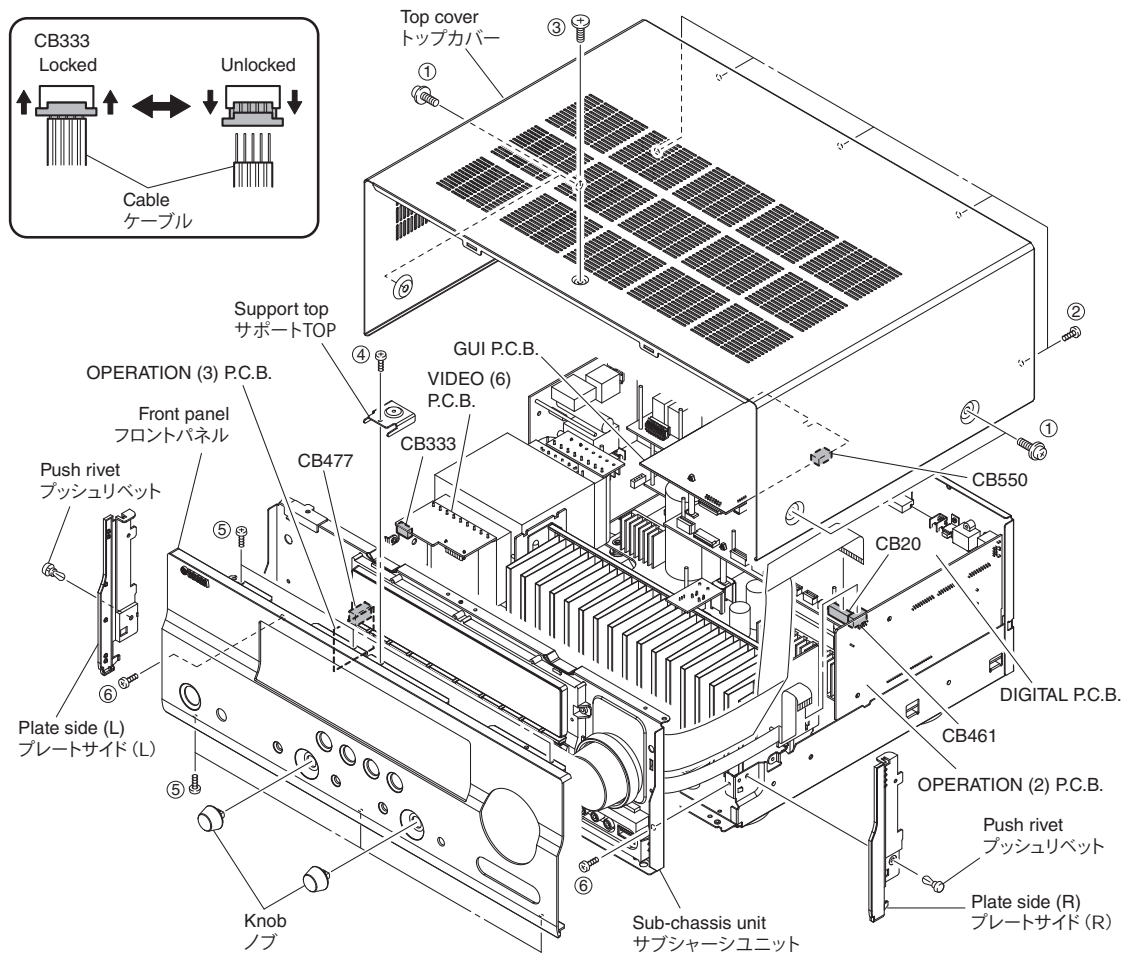

Fig. 1
- a. Remove 4 screws (①), 5 screws (②) and screw (③). (Fig. 1)
- b. Slide the top cover rearward to remove it. (Fig. 1)
- a. ①のネジ4本、②のネジ5本、③のネジ1本を外します。(Fig. 1)
- b. トップカバーを後方へスライドさせ、取り外します。(Fig. 1)
- a. Remove screw (④) and then remove the support top. (Fig. 1)
- b. Remove 2 knobs. (Fig. 1)
- c. Remove 6 screws (⑤) and then remove the front panel. (Fig. 1)
- d. Remove 2 push rivets and then remove the plate side (L) and (R). (Fig. 1)
- e. Remove CB20, CB461, CB477 and CB550. (Fig. 1)
- f. Remove 2 screws (⑥) and then pull out the sub-chassis unit. (Fig. 1)
- g. Unlock and remove CB333. (Fig. 1)
- h. Remove the sub-chassis unit. (Fig. 1)
- a. ④のネジ1本を外し、サポートトップを取り外します。(Fig. 1)
- b. ノブ2個を取り外します。(Fig. 1)
- c. ⑤のネジ6本を外し、フロントパネルを取り外します。(Fig. 1)
- d. プッシュリベット2個を外し、プレートサイド(L)、(R)を取り外します。(Fig. 1)
- e. CB20、CB461、CB477、CB550を外します。(Fig. 1)
- f. ⑥のネジ2本を外し、サブシャーシユニットを引き出します。(Fig. 1)
- g. ロックを外し、CB333を外します。(Fig. 1)
- h. サブシャーシユニットを取り外します。(Fig. 1)